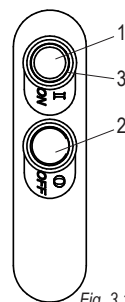

Fig. 3.1.1
Premere il pulsante di marcia ("1" Fig. 3.1.1).
5.3. Verifica efficienza del pulsante di arresto (fig. 3.1.1)
5.4. Avviamento della macchina (fig. 3.1.1)
Per avviare la macchina, basta premere il pulsante di marcia ("1" Fig. 3.1.1) dopo aver collegato correttamente la spina alla presa della corrente elettrica e la macchina si aziona.
5.5. Arresto della macchina (fig. 3.1.1)
Per arrestare la macchina, basta premere il pulsante di arresto, ("2" Fig. 3.1.1) e la macchina si ferma.